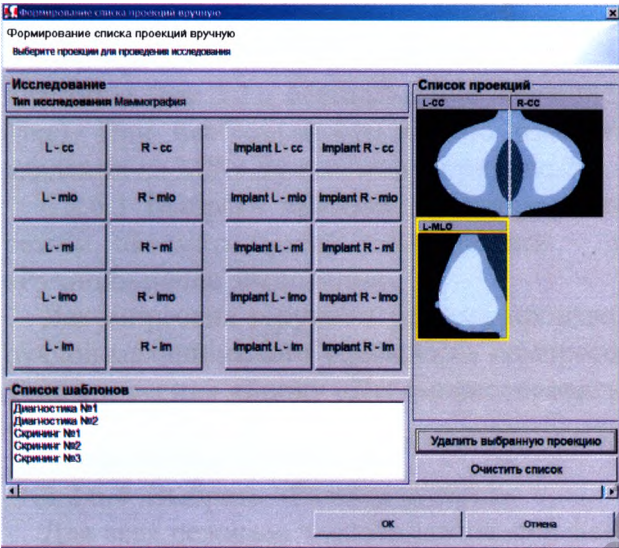

Рисунок 19 – Назначение проекций
- кнопкой «Добавить проекции» назначить список проекций, которые должны быть сняты на маммографе, в соответствии с назначением врача (рис.19);